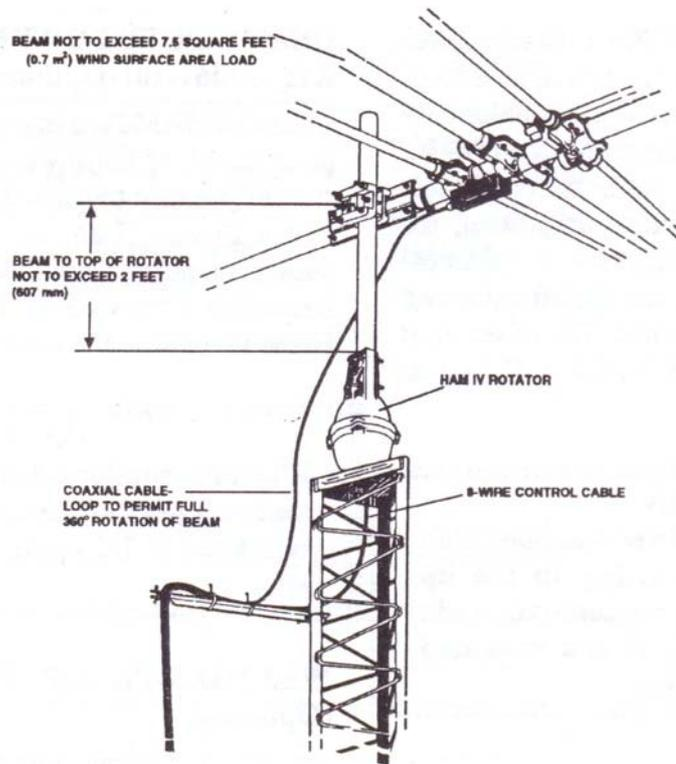

Figure 5
- **Quando non viene montato all'interno del traliccio con un cuscinetto reggispinta, come illustrato in Fig. 5 e 6, il rotatore deve essere A POTENZA RIDOTTA.**
2. Un montaggio "al di fuori" del traliccio (vedi Fig. 5) è opzionale. Il Rotatore non è ben protetto ma l'installazione è più semplice. Con un montaggio esterno al traliccio, il rotatore deve essere declassato a 7,5 piedi quadrati.
Riferendoci alle Fig. 5, 6 e 7 un montaggio realizzato fuori del traliccio o su di un palo viene effettuato nello stesso modo eccetto
La dotazione HAM IV è prevista per essere montata sulla piastra di base all'interno del traliccio. Tuttavia, in qualche caso si desidera il montaggio fuori del traliccio o sul mast come illustrato in Fig. 5 e 6..